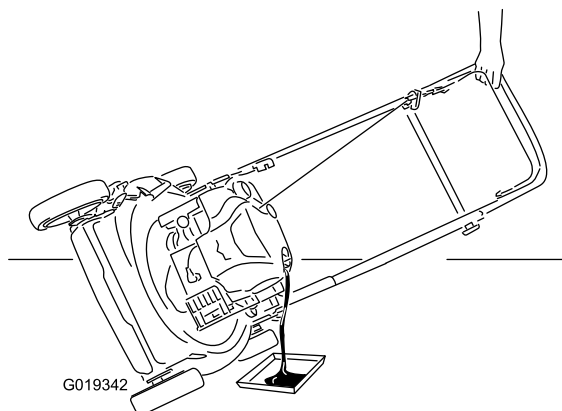

Figura 43
7. Coloque la máquina de lado con la varilla de aceite hacia abajo para drenar el aceite usado a través del tubo de llenado al recipiente (Figura 43).